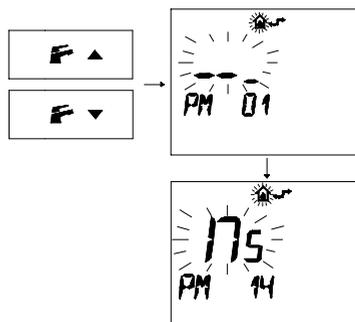

Figura 7.5
- Premere i pulsanti $\text{F} \blacktriangledown$ o $\text{F} \blacktriangle$ per visualizzare la programmazione "*PM14*" Selezione della potenza di accensione (Figura 7.5).
Nella Figura 7.5 si visualizza un SET programmato di 175 corrispondente ad una potenza impostata pari al 70% della potenza